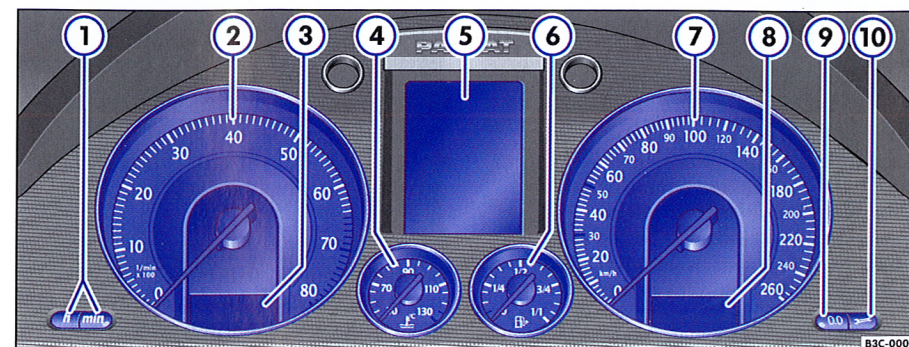

Fig. 3 Imagine din tabloul de bord: Tabloul de instrumente
Contorul kilometrilor parcurși ⇒ fig. 3 se găsește în vitezometru sau în partea de jos a display-ului .
Începutul zonei roșii a turometrului ⇒ pagina 9, fig. 3" ② reprezintă pentru toate treptele de viteză turația maximă admisă a motorului în regim normal de funcționare. Înaintea atingerii acestei zone, se va indica schimbarea vitezei într-o treaptă superioară sau selectarea poziției D, sau ridicarea piciorului de pe pedala de accelerație.
Indicarea termenelor de prezentare la service se realizează fie prin display-ul kilometrajului ⇒ pagina 9, fig. 3" ⑧, fie prin display-ul ⁵⁾ din tabloul de instrumente ⇒ pagina 9, fig. 3" ⑤.
afișaje: **SERVICE IN ...KM ODER ...TAGEN** (service în ...km sau ...zile). După cca. 20 secunde de la punerea contactului sau când motorul funcționează, indicația de service se stinge. Puteți comuta pe afișajul normal și prin apăsarea tastei service ⇒ pagina 9, fig. 3" ⑩, a butonului basculant ⁵⁾ ⇒ pagina 18 sau a tastelor cu săgeți de pe volanul multifuncțional ⁵⁾ ⇒ pagina 20.
Când contactul este pus, puteți apela oricând **informații actuale de service**, apăsând scurt tasta service ⇒ pagina 9, fig. 3" ⑩.
Când contactul este pus, puteți apela oricând informații actuale de service, apăsând scurt tasta service ⇒ pagina 9, fig. 3" .